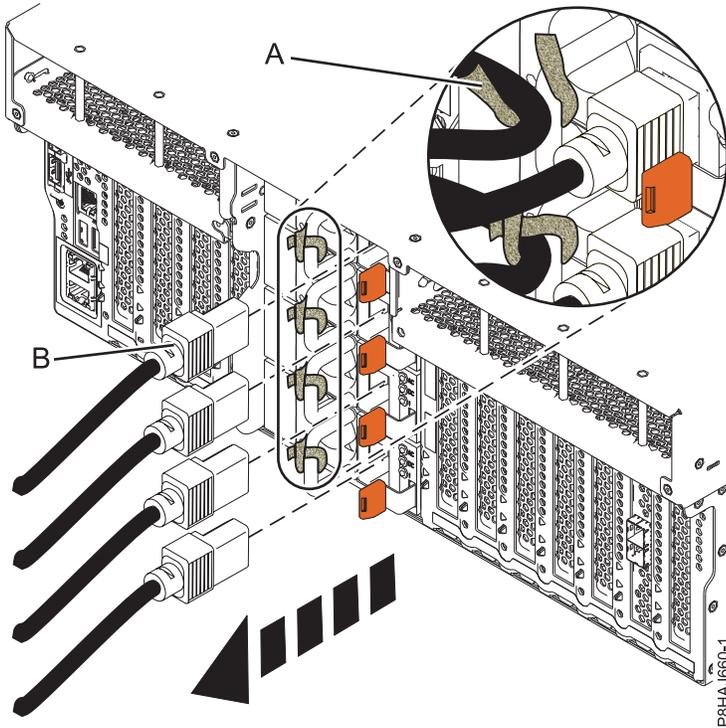
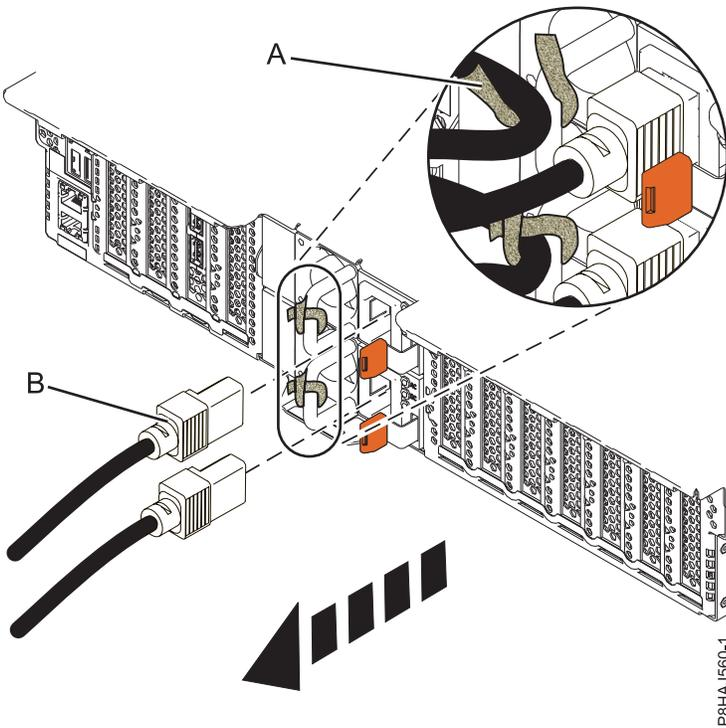
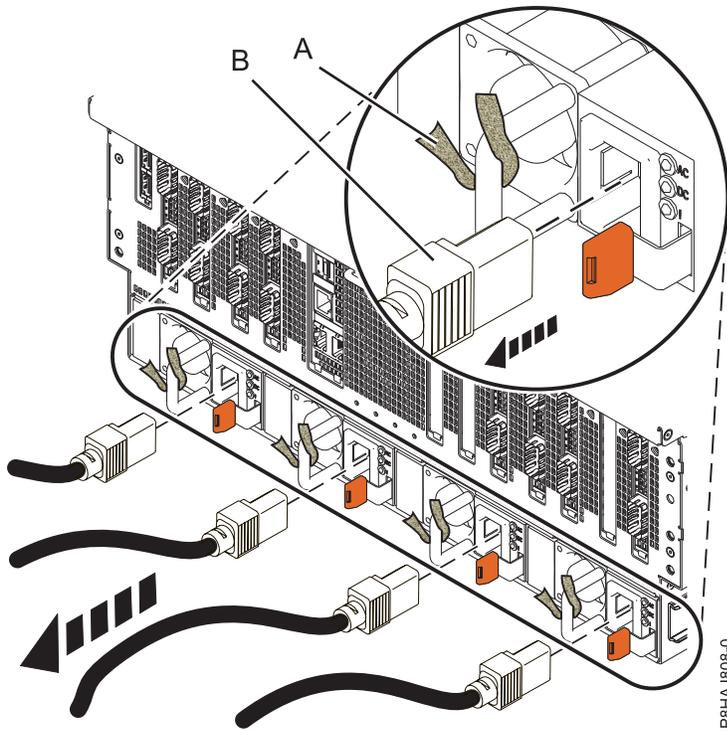

Figura 120. Extracción de los cables de alimentación de un sistema 8247-42L, 8286-41A o 8286-42A
Figura 121. Extracción de los cables de alimentación de un sistema 5148-21L, 5148-22L, 8247-21L, 8247-22L, 8284-21A o 8284-22A
Figura 122. Extracción de los cables de alimentación de un sistema 8408-44E o 8408-E8E
3. Desconecte los cables de alimentación (**B**) de la unidad del sistema. Consulte la Figura 120 en la página 154, la Figura 121 en la página 154 o la Figura 122 en la página 155 según el tipo de sistema.